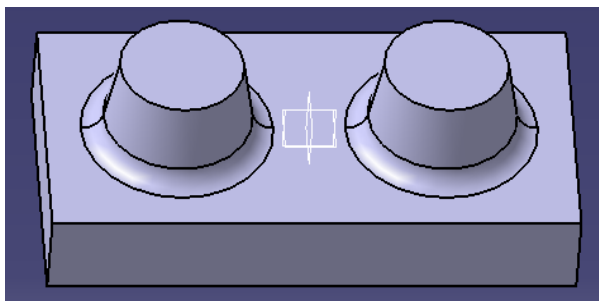

图 3-27
(2) 点击  后, Radius 设 5mm, 用鼠标选择四方形的上一面, 再选择圆锥形的侧面, 然后点击 OK 键 (见图 3-27)。